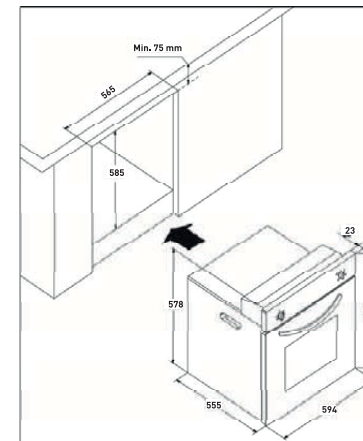

Рис.2
- Духовка спроектирована для установки в кухонный гарнитур. Ее можно встроить, как под варочную поверхность, так и в высокий шкаф на уровне головы. Отверстие под духовку вырезается в соответствии с Рис.2.
- Для наиболее эффективного охлаждения и продува воздуха, духовка должна быть установлена в соответствии с размерам на Рис.2.